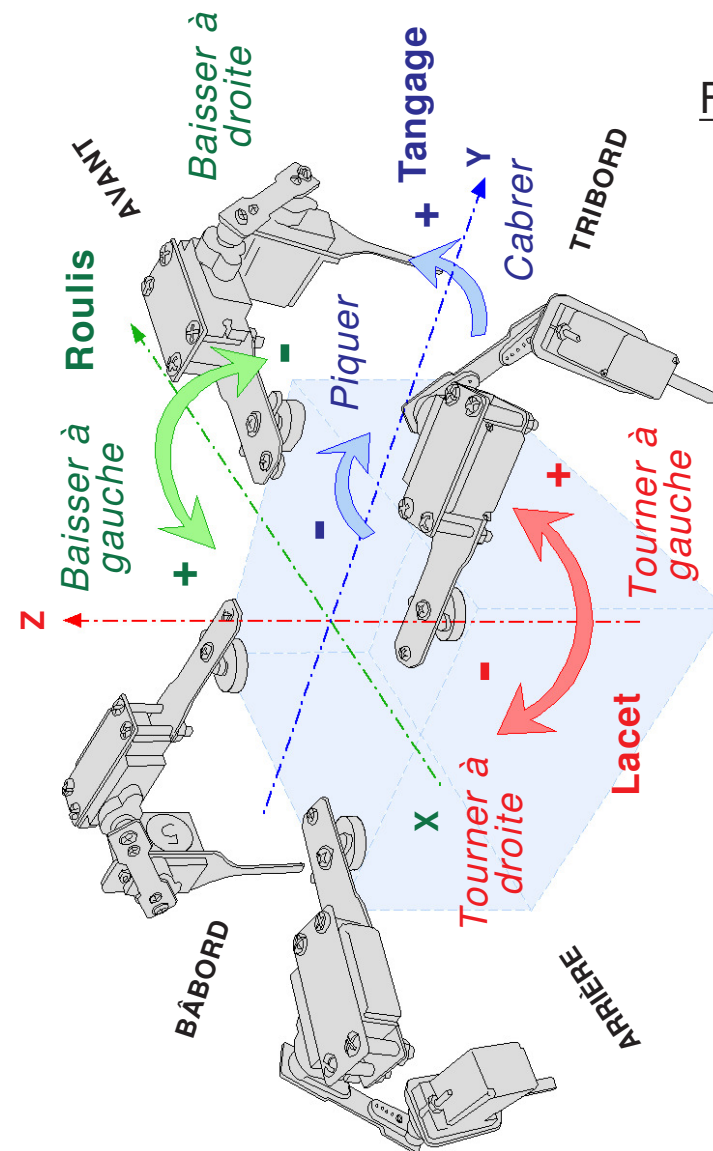

Fig.2
Comme le montre la Fig.2 le capteur à ultrasons HC-SR04 présente un angle d'ouverture trop important (*Cône d'environ 45 degrés*) qui interdit une analyse fine et ne permet pas réellement de différencier la forme des objets situés dans le champ du balayage.
- **Les angles en référence d'un mobile :** (*Voir la Fig.2*)